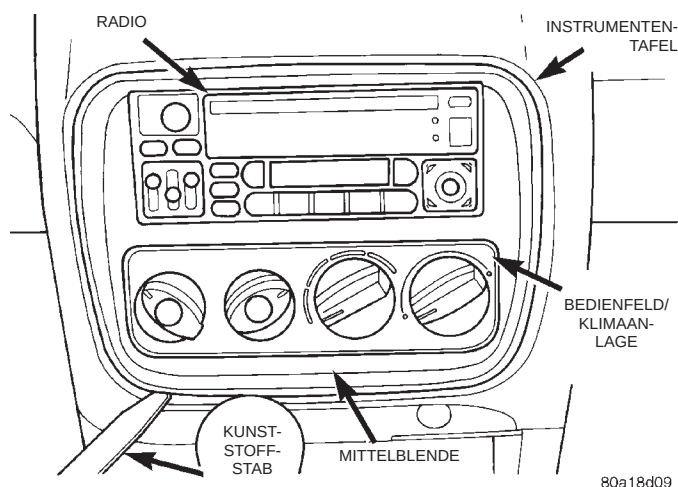

**Abb. 5 Mittelblende**
**HINWEIS:** Zum Ausbau der mittleren Blende nur ein weiches Werkzeug (z. B. einen Kunststoffstab) (Abb. 5) verwenden. Falls die Blende mit einem harten Werkzeug herausgehoben wird, wird sie beschädigt.
(5) Die mittlere Blende um das Radio und die Klimaregelung von der oberen Abdeckung der Instrumententafel abbauen (Abb. 5).